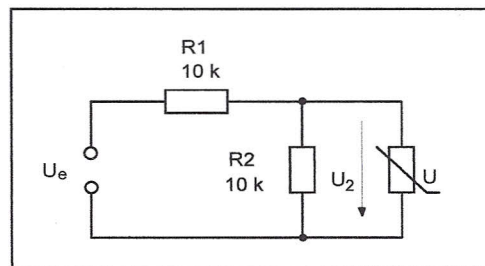

Bild 1: Einsatzschaltung des Varistors
- 2.3. Zur Spannungsbegrenzung wird in einer Schaltung nach Bild 1 ein Varistor eingesetzt. Entsprechend der folgenden Tabelle (wählen Sie einen Satz der Kennwerte A ... H aus) sind vom Varistor die Kennwerte c und β bekannt. Die Nenneingangsspannung beträgt $230 V_{\text{eff}}$. Es können solche Spannungsspitzen auftreten, daß die maximale Eingangsspannung auf den angegebenen Wert U_{emax} erhöht wird. Wie groß ist die maximale Spannung an R2, wenn die Widerstände R1 und R2 mit den angegebenen Werten dimensioniert sind?
Ermitteln Sie grafisch die Spannung U_2 in der Schaltung in Bild 1 für den Fall $U_e=40 \text{ V}$.